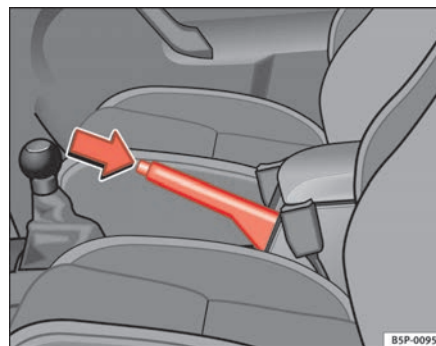

Fig. 144 Il freno a mano, ubicato tra i due sedili anteriori
- Tirare la leva del freno a mano verso l'alto ⇒ pag. 178, fig. 144.
- Tenendo premuto (nella direzione indicata dalla freccia ⇒ pag. 178, fig. 144) il tasto di sblocco, spostare prima la leva leggermente verso l'alto e poi abbassarla del tutto ⇒ .